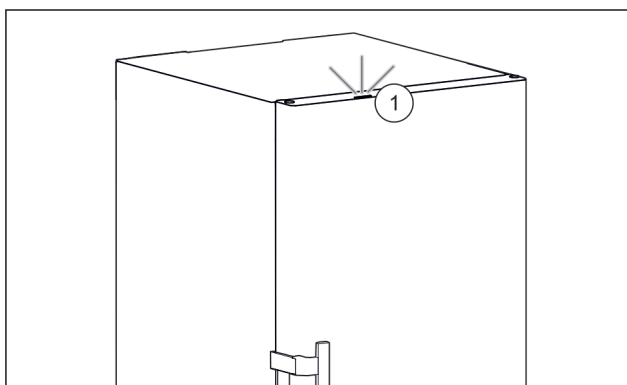

Fig. 57 Spia di stato attiva quando lo sportello è chiuso
- La spia di stato Fig. 57 (1) è attivata.